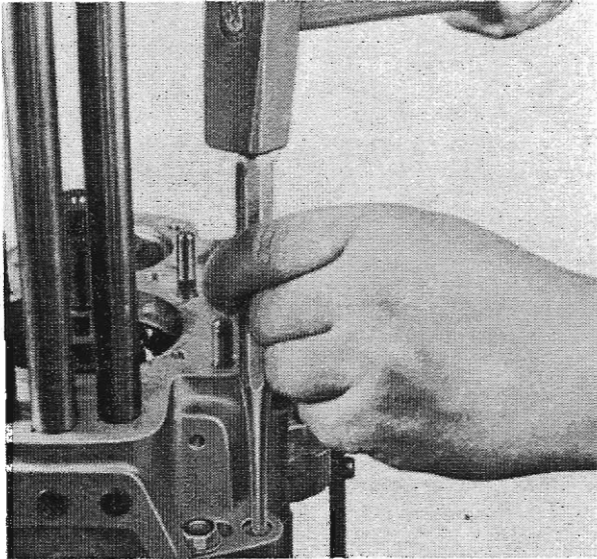

Abb. 10
8. Die 2 Zylinderstifte (110) ausschlagen (Abb. 10).